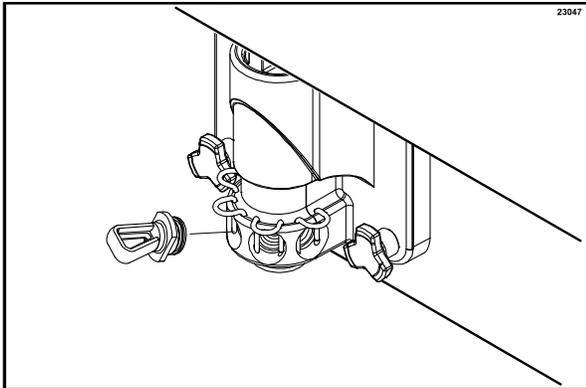

Figura 157
2. Instale los tapones en los orificios de jarabe de la puerta del congelador. (Vea la figura 157).